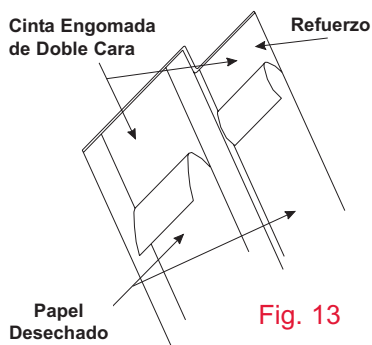
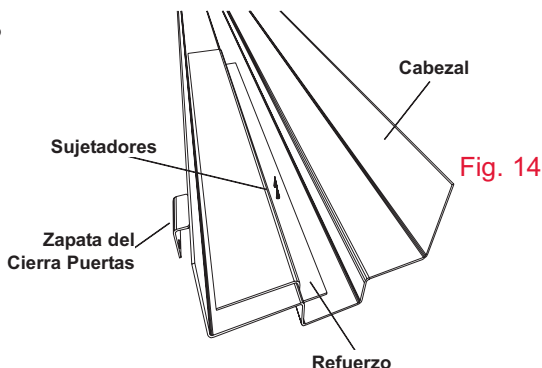

Fig. 13
Fig. 14
- 2** Exponga la cinta engomada de doble cara removiendo el papel trasero en dos pedazos (Fig 13) y presione en posición para asegurar la manga al cabezal (Fig 14).
- 2 Expose double face tape by removing paper backing on two strips of tape (Fig. 13) and press into position to secure the sleeve to the header (Fig. 14).